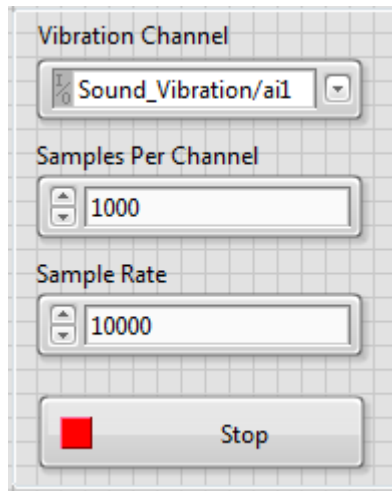

Figura 21. Um bom princípio básico é configurar o número de amostragens para 1/10 da taxa de amostragem.
38. Configure o Sample Rate para 10000 Hz e Samples Per Channel para 1000, como ilustrado na figura 21.